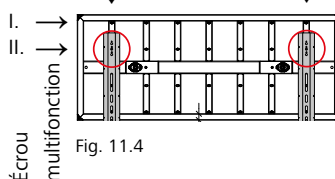
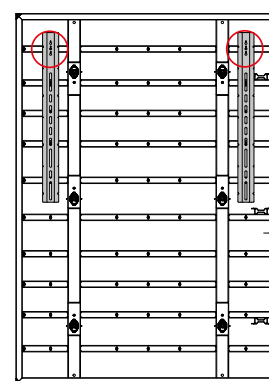

Fig. 11.4
Fig. 11.5
4. Poser les montants sur le panneau. Positions des montants pour panneaux debout (Fig. 11.5), pour panneaux couchés (Fig. 11.4) et Tab. 11.6.